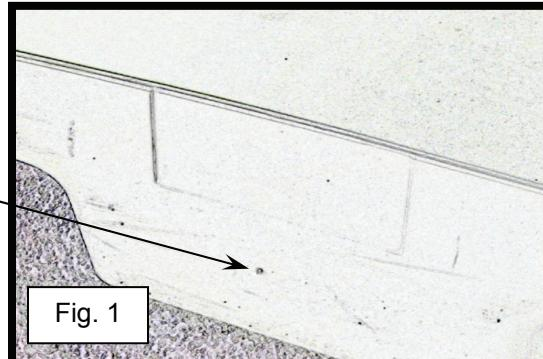

Fig. 1
- 1) Leta reda på borrpunkten på utsidan av uppsamlingsplattformen. Den är placerad nedanför ett profilerat rektangulärt område (se fig. 1).